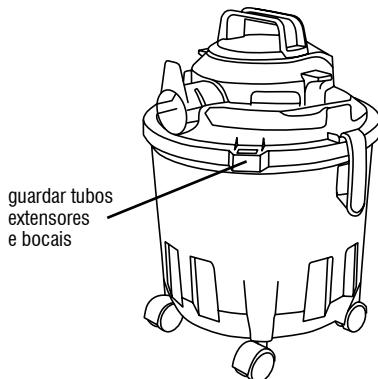

Fig. 10 – Espaço para armazenagem de acessórios
- No aspirador há um espaço destinado para guardar os tubos extensores e bocais (Fig. 10).